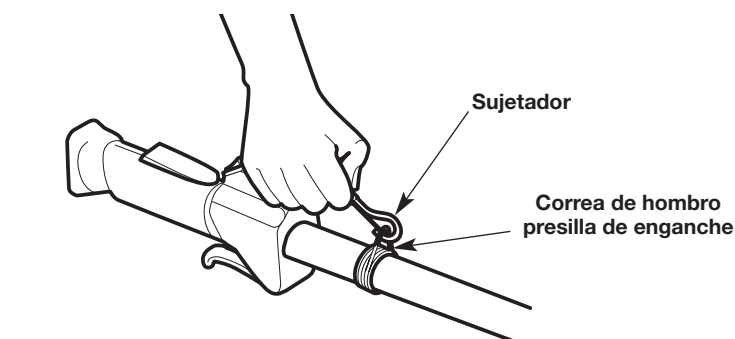

Fig. 6
3. Calce el pasador a presión sobre la correa de hombro presilla de enganche (Fig. 6).